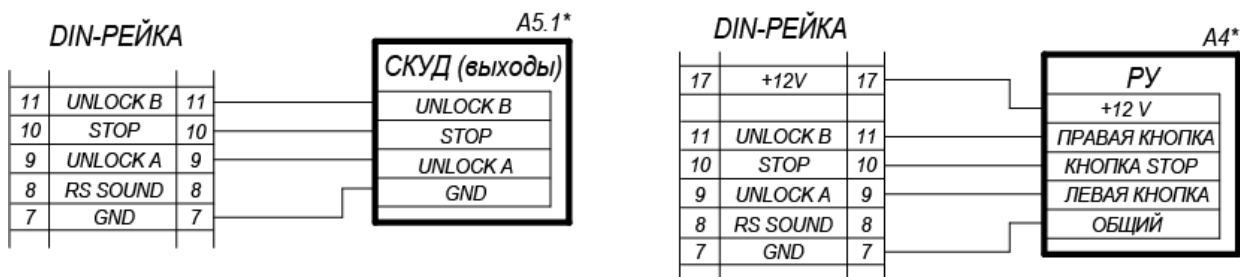

Рисунок 11. Схема соединений турникета и дополнительного оборудования (перечень элементов схемы приведен в таблице 7)
Турникет имеет маркировку в виде этикетки, расположенной на поперечном ребре жесткости балки привода с серийным номером и датой изготовления изделия. Также на внутренней поверхности крышки турникета имеется наклейка со схемой подключений турникета и дополнительного оборудования, аналогичная приведенной на рис. 11.
17. Подключите к контактам DIN-рейки в соответствии со схемой подключения турникета и дополнительного оборудования (см. рис. 11):
- два кабеля индикации (12);
- кабель питания турникета (13);
- кабель питания ЛПП (16);
- кабель устройства *Fire Alarm* (14) (в случае отсутствия устройства *Fire Alarm* убедитесь в наличии перемычки «*Fire Alarm*»);